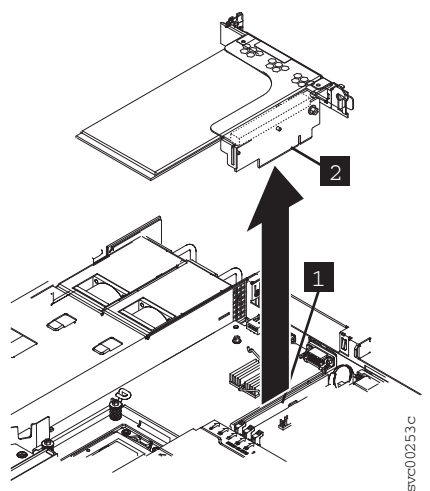

図 217. 10 Gbps イーサネット・ライザー・カード・アセンブリーの取り外し
5. イーサネット・ライザー・カード・アセンブリーの後部レールの留めねじを取り外した後、図 217 に示すように、イーサネット・ライザー・カード・アセンブリーの片側をつかんで引き上げ、PCI スロット 2 ライザー・カード・コネクタから外します。イーサネット・ライザー・カード・アセンブリーがコネクタから離れたら、イーサネット・ライザー・カード・アセンブリーを慎重にひねって、イーサネット・ライザー・カード・アセンブリーをノードから分離します。